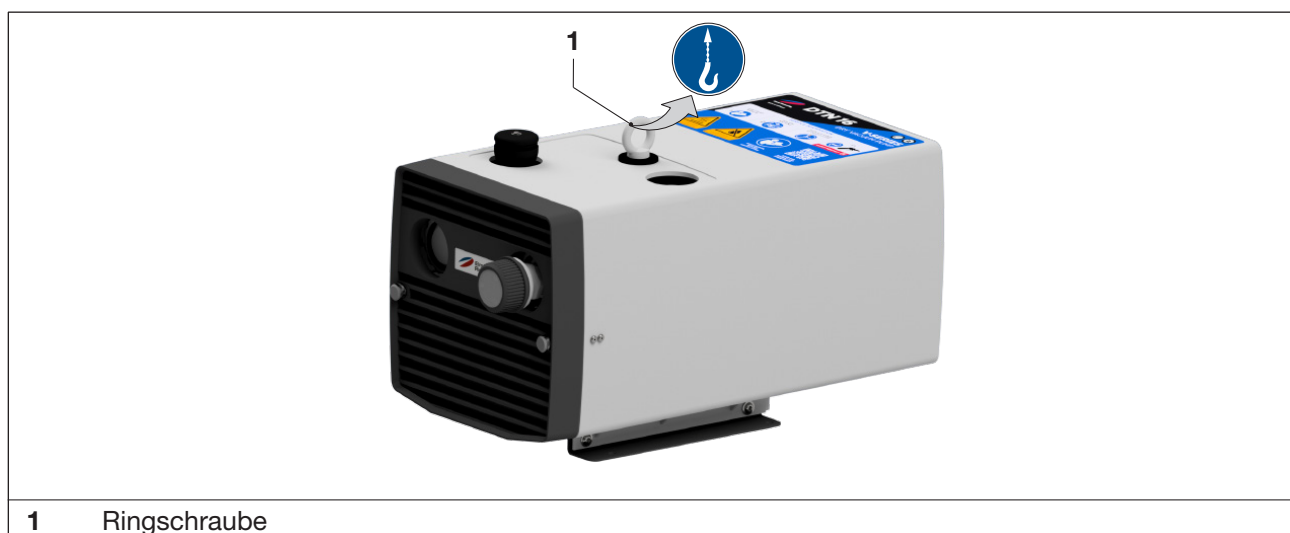

Abb. 1 Lastaufnahmemittel zum Anheben und Transportieren
- b) Die Ringschraube (Abb. 1/1) fest anziehen.